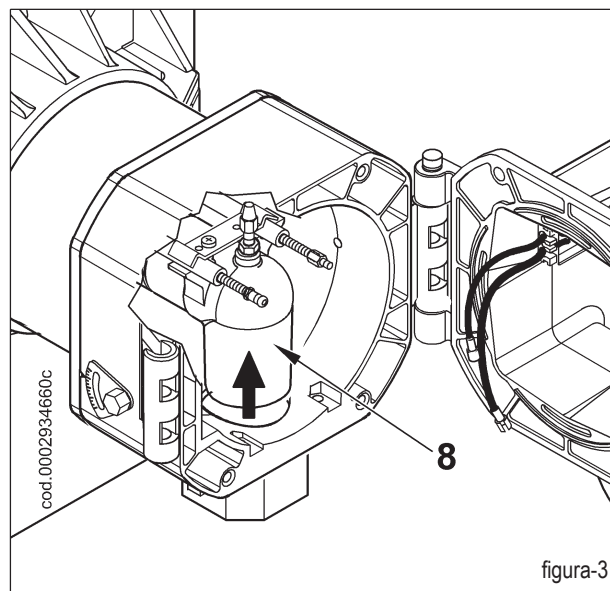
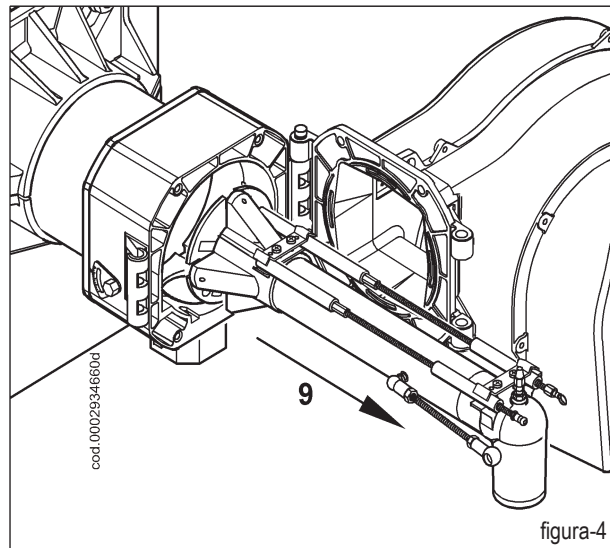

figura-3
figura-4
Después de haber sacado los cables de encendido e ionización (3) de los terminales de los respectivos electrodos, desenroscar la tuerca (4) y poner el tornillo (5), empujándolo dentro del racor de ida del gas (8) de la figura 3 lo suficiente para que garantice el desmontaje sucesivo del grupo de mezcla.
Levantar ligeramente el racor de ida del gas (8) de la figura 3 y sacar el grupo de mezcla en la dirección indicada por la flecha (9) de la figura 4. Completar las operaciones de mantenimiento volviendo a montar la cabeza de combustión, siguiendo en sentido contrario los pasos descritos arriba, después de haber comprobado que los electrodos de encendido e ionización estén bien puestos (véase el esquema 0002934690).